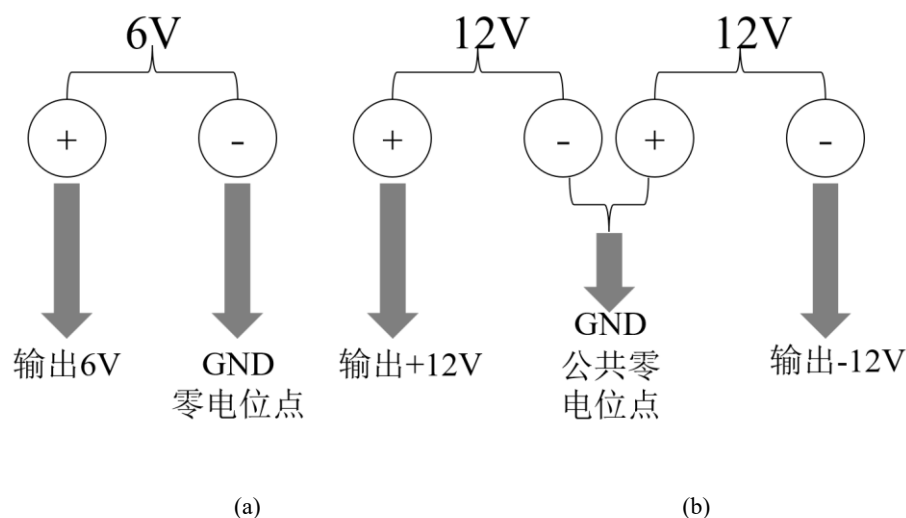

图 1.4 +6V 与 $\pm 12V$ 连线示意图
(1) 单电源（以输出+6V为例，示意图见图 1.4(a)）
(2) 正负对称电源（以输出 $\pm 12V$ 为例，示意图见图 1.4(b)）